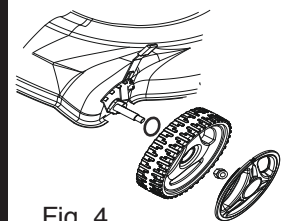

Fig. 4
2. Luego coloque la cubierta de la rueda. Fig. 4